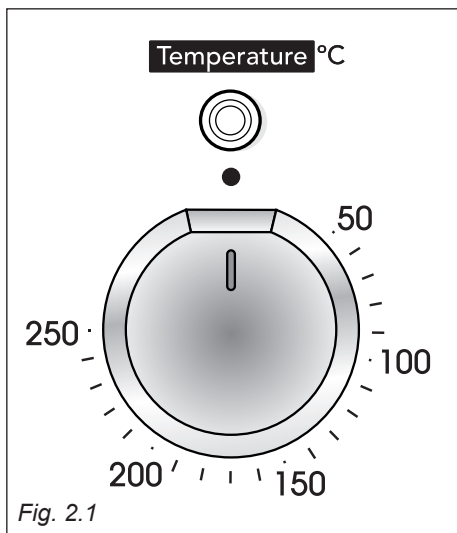

Fig. 2.1
- Sganciare il coperchio della morsettieria inserendo un cacciavite nei due agganci "A" (fig. 2.1).
### MANOPOLA DEL TERMOSTATO (fig. 2.1)